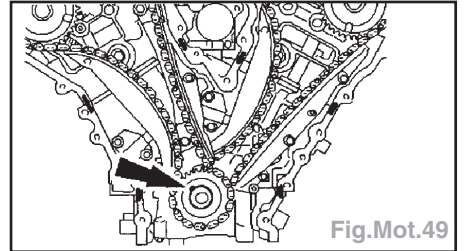

Fig.Mot.49
Nota : La rainure de clavetage de vilebrequin se trouve à la position 11 heures lorsque le moteur est au point mort haut (PMH) (Fig.Mot.49).
- Déposer la chaîne de distribution côté droit (2).
- Tourner le vilebrequin de deux tours complets jusqu'à ce que la rainure de clavetage se trouve à la position 11 heures (Fig.Mot.49).